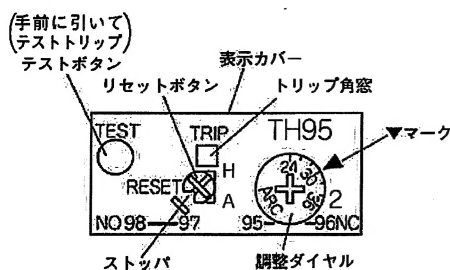

図7
- (1) 調整ダイヤルを回して目盛りの範囲内で、モータの全負荷電流を▼マークに合わせてください。(図7)
また、テストボタンを押すとb接点(95-96)が離れ、放すとb接点が再び閉じます。(図7)
- (3) サーマルリレーが動作したときは、過負荷などの異常原因を除去してからリセットボタンを軽く押すとリセットします。(この場合、サーマルリレーが十分冷えていないとリセットができません。)(図7)
- (4) サーマルリレーが動作した場合は、トリップ角窓に黄色の表示がでます。
また、リセットすると表示が角窓から隠れます。(図7)